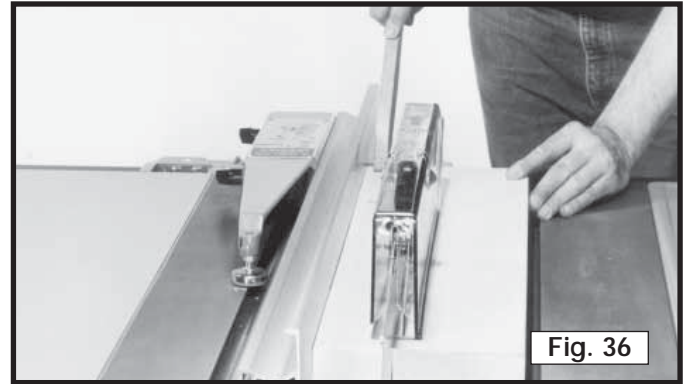

Fig. 36
3. Si la pièce à scier mesure moins de 152 mm (6 po) de largeur, utiliser un pousoir pour terminer l'avance de la pièce (fig. 36). Il est possible d'élaborer un pousoir à partir de chute de bois comme détaillé sous la rubrique « FABRICATION D'UN POUSSOIR ».